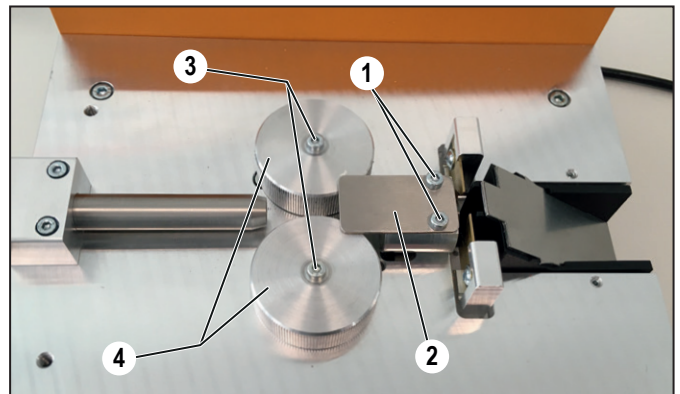

Bild 8.5 Vorschubrollen erneuern
- Entfernen Sie die Befestigungsschrauben (Bild 8.5, 1)
- Nehmen Sie das Abdeckblech (Bild 8.5, 2) ab.
- Entfernen Sie die Befestigungsschrauben (Bild 8.5, 3)
- Nehmen Sie die Vorschubrollen (Bild 8.5, 4) ab und setzen Sie die neuen Rollen auf.
- Montieren Sie das Abdeckblech (Bild 8.5, 2) wieder.